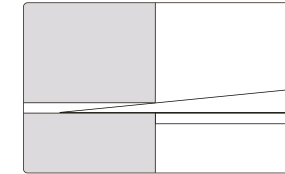

fig 5.
- Indsæt målekilen i mellemrummet på det emne, der skal måles. Sørg for at måleoverfladen og emnets overflade er fuldstændigt sammensluttet (fig 5.).